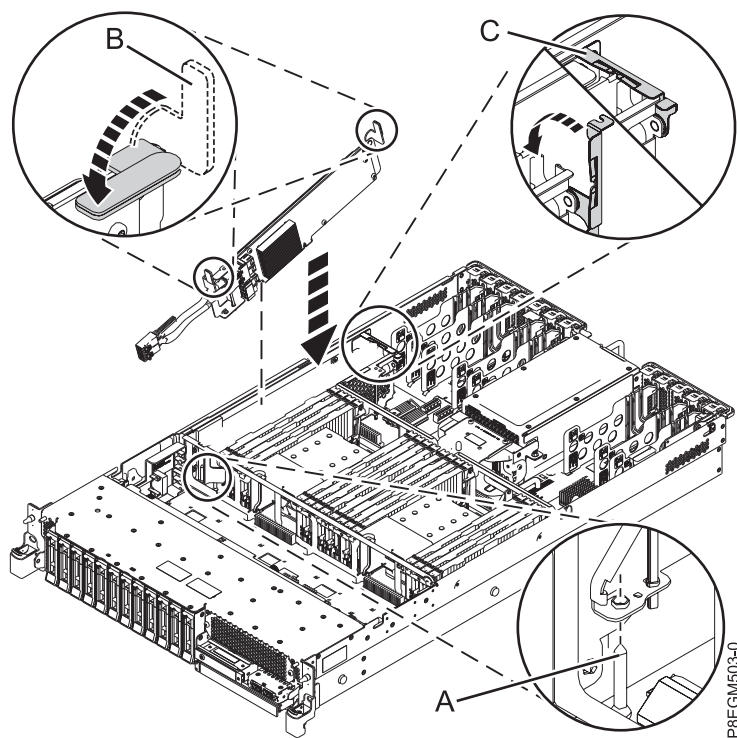

図 4. PCIe3 x8 SAS RAID 内部アダプター 6 Gb のスロット P1-C14 への再取り付け
10. PCIe3 x8 SAS RAID 内部アダプター 6 Gb を完全に設置して、このアダプターの取り付けを完了します。アダプターが配置ピン (A) に取り付けられていることを確認します。6 ページの図 4 に示すように、カードの上部中央の端を押し下げて、システムのバックプレーン・コネクターにしっかりと取り付けます。
11. 青いハンドル (B) を 6 ページの図 4 に示されている方向に押します。
12. ケーブル保持ブラケット (C) を 6 ページの図 4 に示す方向に押します。